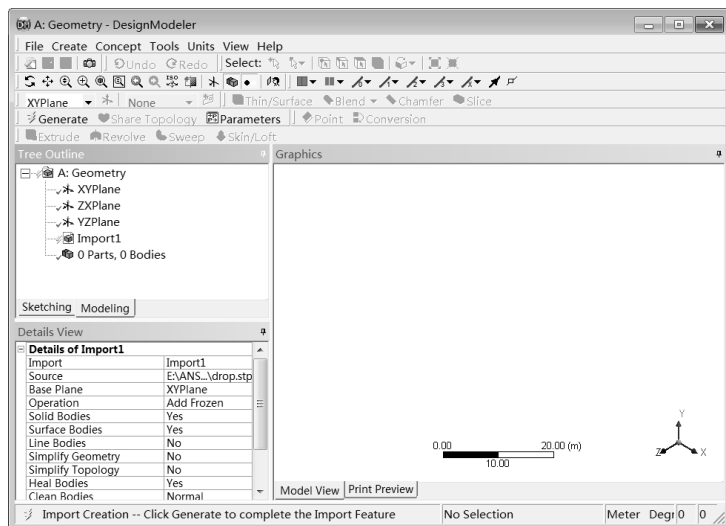

图 12-8 启动 DesignModeler
Step3 : 双击项目 A 中的 A2 栏, 此时会启动如图 12-8 所示的 DesignModeler 平台, 设置单位为 mm, 关闭“单位设置”对话框。